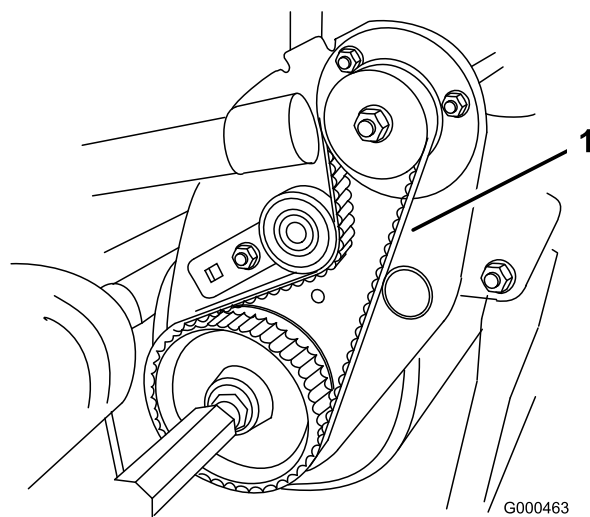

図 42
2. プーリ間の中央でベルト（図 42）を指で押して点検する。押す力は1.8 ± 0.5 kg程度。4.8～7.9 mm 程度のたわみが出るのが適正である。たわみの量が適正でない場合は以下の手順へ進む。